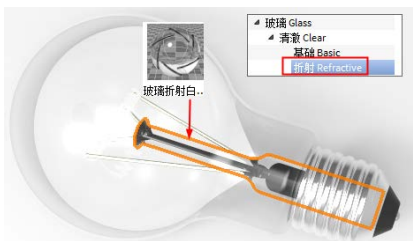

图 10-63 添加折射玻璃材质给支撑柱
- 06** 最后将折射玻璃材质添加给灯泡内部的支撑柱，如图 10-63 所示。方法同样是从“材质”库中直接拖动到“场景”组下的 ☒ **glass-internal-support** 上。